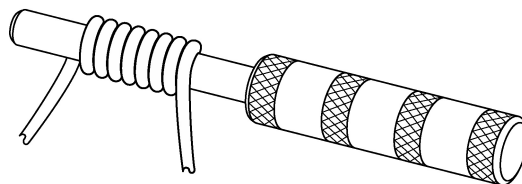

図 3.9.1-6 マンドレル
11. 「ツギ」キーを押します。正確に反射減衰量を測定するために基準値の測定をします。測定結果は、「◎L1」「○L2」, または「×L3」で評価します。各波長の測定結果は、約 1 秒間隔で更新されます。選択されたすべての波長で、評価が「◎L1」または「○L2」になったら、「ホゾン」キーを押して、測定結果を保存します(図 3.9.1-7 参照)。